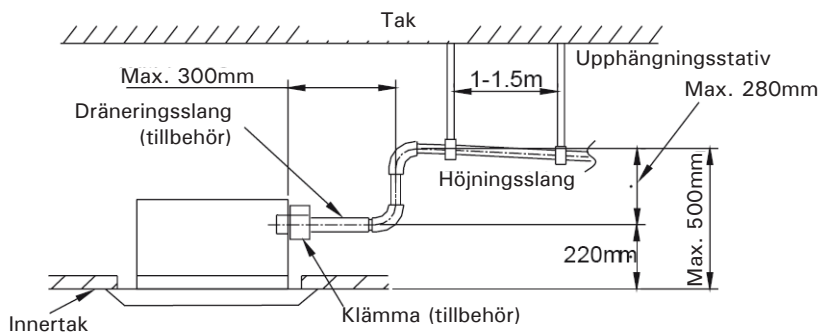

Fig.11
- (1) Installera höjaren på max. 280mm höjd (se Fig.11).
- (2) Installera höjaren i rät vinkel mot enheten och på ett avstånd av max. 300mm från enheten.